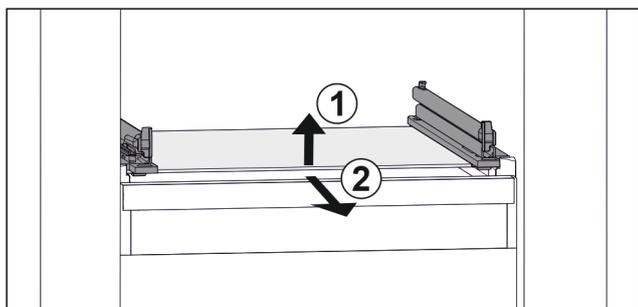

Fig. 108 Rappresentazione esemplificativa del ripiano in vetro
- ▶ Sollevare il ripiano in vetro dal davanti. Fig. 108 (1)
- ▶ Rimuovere il ripiano in vetro tirando in avanti. Fig. 108 (2)